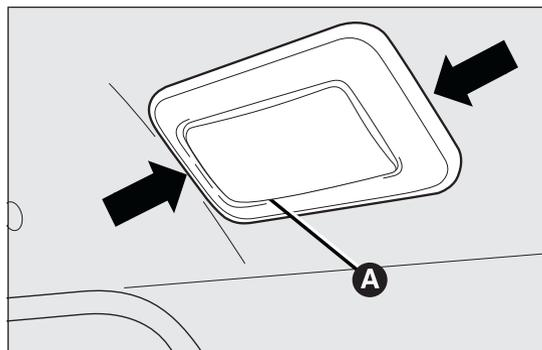

fig. 152
- extraer el plafón A fig. 152 interviniendo en los puntos indicados por las flechas;